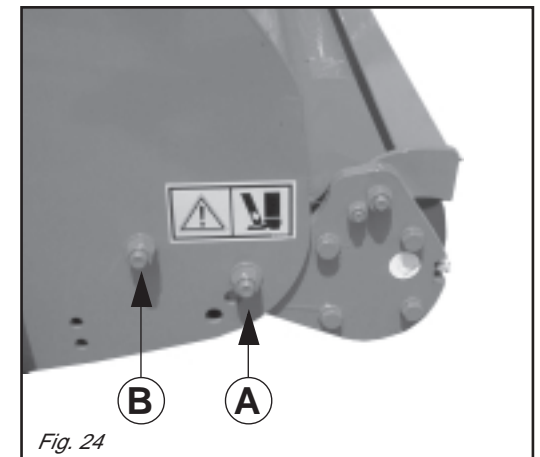

Fig. 24
- Svitare completamente e togliere il bullone (A Fig. 24), allentare il bullone (B Fig. 24).
- *Completely unscrew and remove the bolt (A Fig. 24), loosen the bolt (B Fig. 24).*
- Die Mutterschrauben (A Abb. 24) ganz aufschrauben und entfernen, lockern Mutterschrauben (B Abb. 24).
- *Dévisser complètement et enlever le boulon (A Fig. 24), desserrer le boulon (B Fig. 24).*
- Desenroscar completamente y quitar el perno (A Fig. 24) aflojar el perno (B Fig. 24).